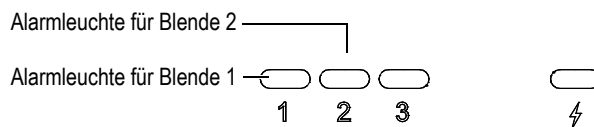

Abbildung 2-12 Alarmleuchten für Blende 1 und Blende 2
- Eine der zwei Alarmleuchten (LEDs) auf dem vorderen Bedienfeld des EPOCH 600 leuchtet auf (siehe Abbildung 2-12 auf Seite 43)